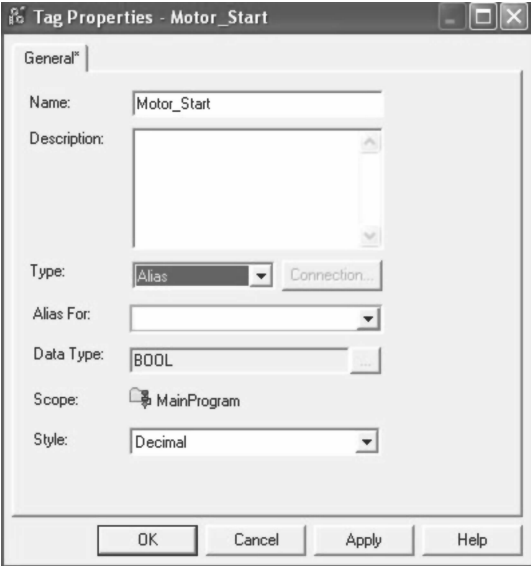

图 6-13 打开的“标签属性”窗口
3. 选择“别名”（Alias）作为“类型”（Type），并注意“标签属性”（Tag Properties）窗口会发生变动，如图 6-13 所示。